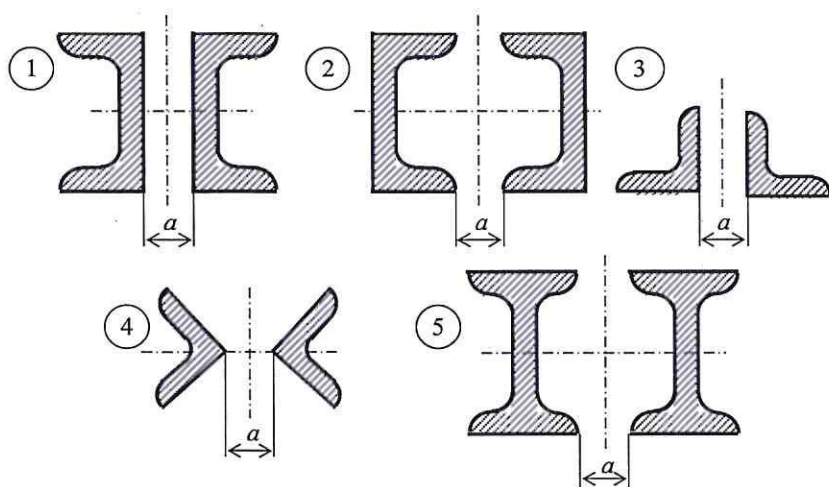
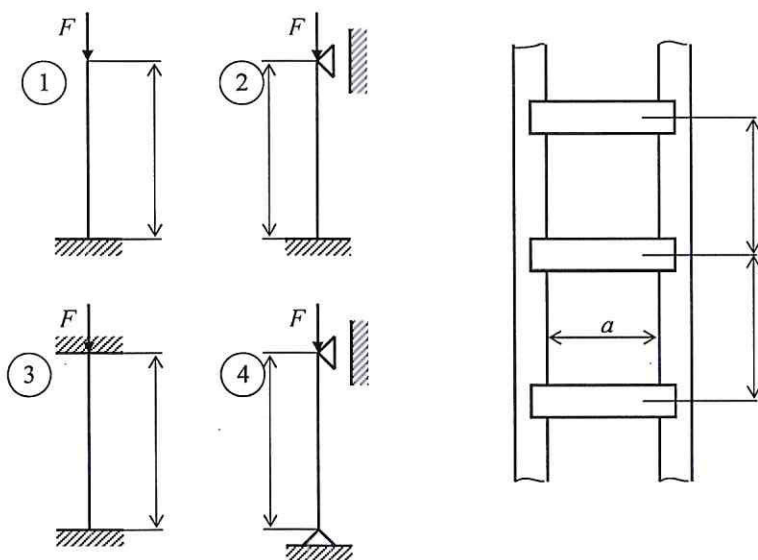

Рис. 7
Рис. 8
Стержень длиной l сжат силой F . Поперечное сечение стержня состоит из двух стандартных профилей (рис. 7), соединенных между собой так, что их совместная работа, как единого стержня, обеспечена. При заданном способе закрепления концов стержня (рис. 8) требуется:
3) определить расстояние h (рис. 8) между планками соединительной решетки.